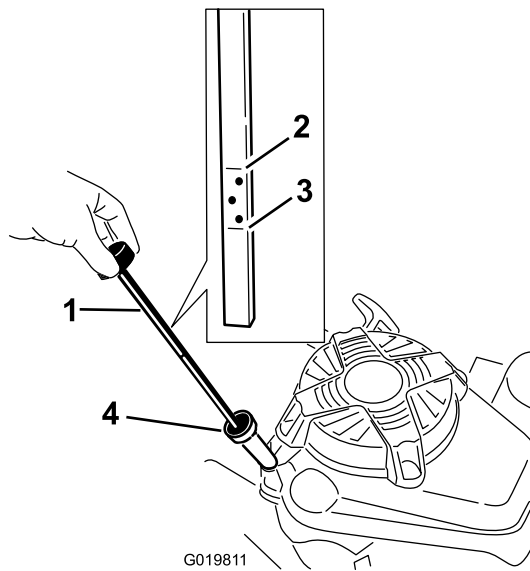

Figure 12
Avant chaque utilisation, vérifiez que le niveau d'huile se situe entre les repères **maximum** et **minimum** sur la jauge (Figure 12).
2. Nettoyez la surface autour de la jauge (Figure 12).
6. Observez le niveau d'huile indiqué par la jauge (Figure 12).